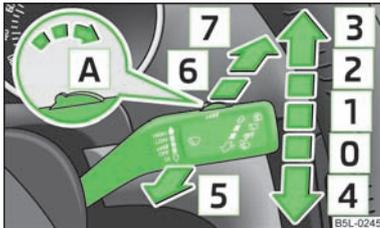

Abb. 36
- Ist das langsame [2] » Abb. 36 oder schnelle [3] Wischen eingeschaltet und die Geschwindigkeit des Fahrzeugs sinkt unter 4 km/h, wird automatisch in eine niedrigere Wischstufe geschaltet. Bei der Geschwindigkeitserhöhung über 8 km/h wird das vorherige Wischen wieder hergestellt.
- Möchte man die Frontscheibe nur kurz wischen, den Hebel in die gefederte Stellung [4] » Abb. 36 drücken. Wird der Hebel in der unteren Stellung für länger als 1 Sekunde gehalten, dann wischt der Wischer schneller.
Befindet sich der Scheibenwischerhebel in der Stellung **2** » Abb. 36 bzw. **3**, kommt es bei einer Geschwindigkeit von mehr als 5 km/h alle 30 Sekunden bzw. 10 Sekunden zu einem Wischvorgang der Heckscheibe.
- Fünfmal hintereinander innerhalb von 5 Sekunden den Bedienungshebel in Stellung **6** » Abb. 36 drücken.
Zum Reinigen der Scheinwerfer kommt es nach dem ersten und nach jedem fünften Bespritzen der Frontscheibe, wenn das Abblend- oder Fernlicht eingeschaltet ist und der Scheibenwischerhebel ca. 1 Sekunde in der Position **5** » Abb. 36 gehalten wurde.
- › Danach innerhalb von 10 Sekunden den Scheibenwischerhebel in die Position **4** » Abb. 36 drücken - die Wischerarme fahren in die Servicestellung.